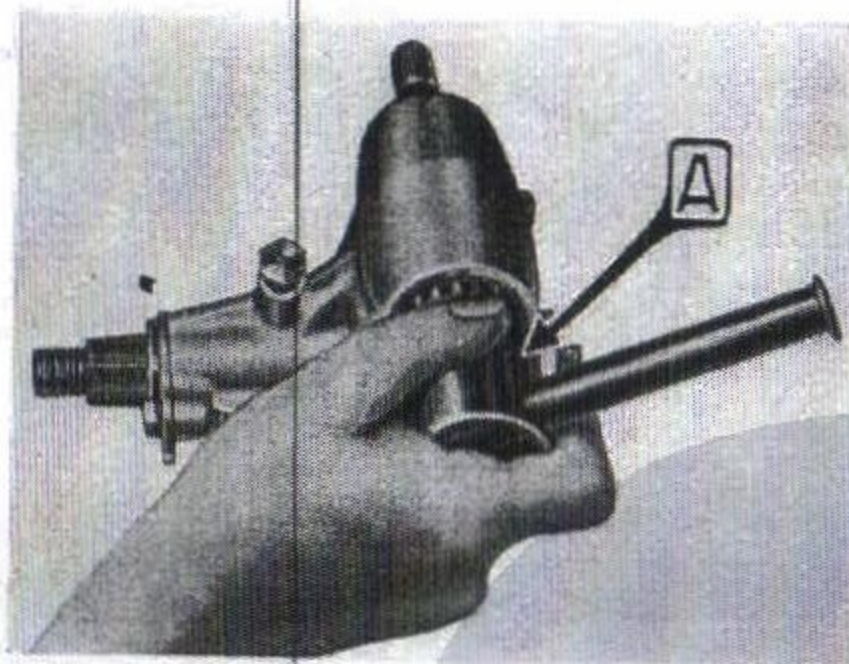

Fig. 95.
- A. 8065 (fig. 95). Clé pour l'écrou de retenue du roulement AV de la vis sans fin.
Le réglage du jeu éventuel des roulements à rouleaux de la vis se fait en agissant sur l'écrou de retenue en bout du carter (fig. 95).